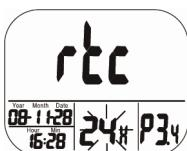

Abb. 14: Auswahl zwischen 12 Stunden und 24 Stundenanzeige bei der Uhr
- Gehen Sie ebenso zur Einstellung des Tages in P 3.3-Modus vor. Nach dem Speichern mit der SET-Taste gelangen sie in den P3.4-Modus zur Auswahl zwischen der 12 Stunden- und 24 Stunden-Anzeige (Abb. 14).